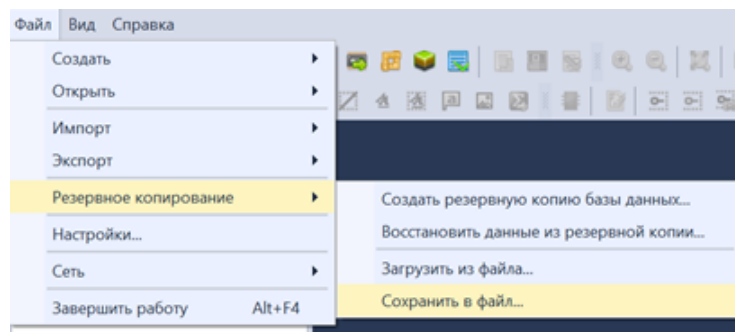

Рис. 81 Создание резервной копии. На рисунке показано меню с примером создания резервной копии в версии Delta Design 2.7
2. В главном меню программы выберите раздел «Файл» -> «Резервное копирование» и выберите пункт «Сохранить в файл...», см. Рис. 81.